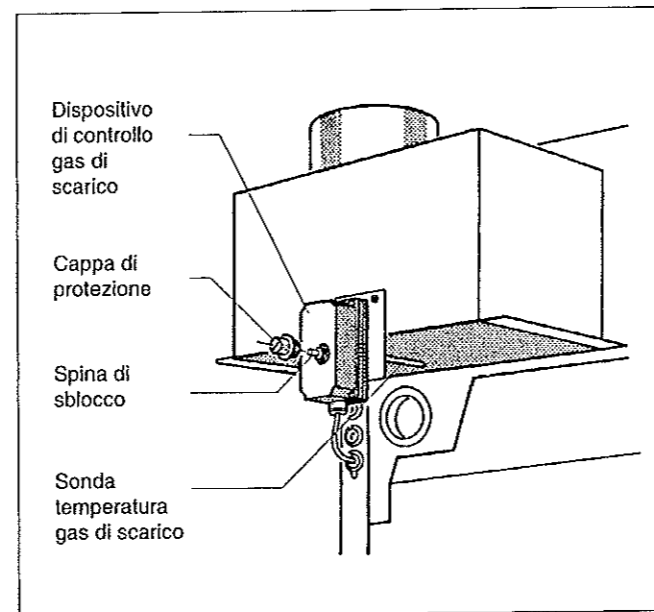

Fig. 17: Dispositivo di controllo gas di scarico G_224 L
- Svitare il dispositivo di controllo dei gas di scarico dalla sicurezza antiriflusso (Fig. 17).
- ⊗ Nei modelli G_224 L e G_324 LZ estrarre la cappa di protezione e premere con decisione la spina di sblocco (Fig. 17).